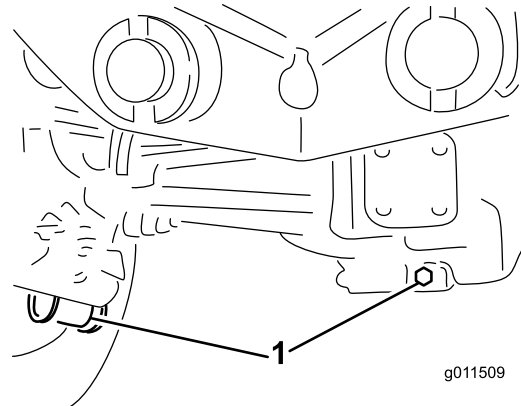

Figura 95
2. Pulite attorno ai tre tappi di spurgo, uno per lato ed uno in centro (Figura 95).